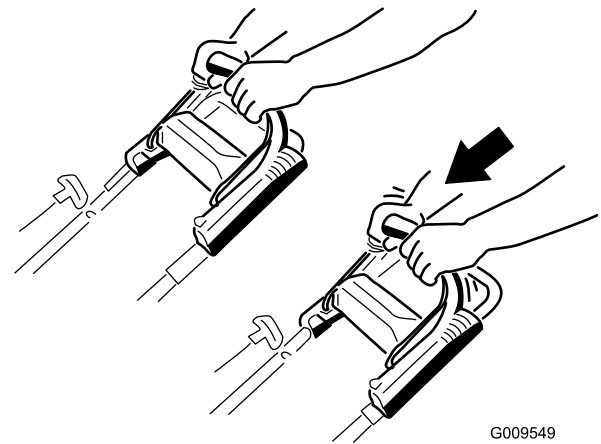

**Figura 18**
2. Tire de la cuerda de arranque (Figura 18).
**Nota:** Cuando tire del arrancador de retroceso, tire suavemente hasta que note resistencia; luego tire con fuerza (Figura 18). Deje que la cuerda vuelva lentamente al manillar.